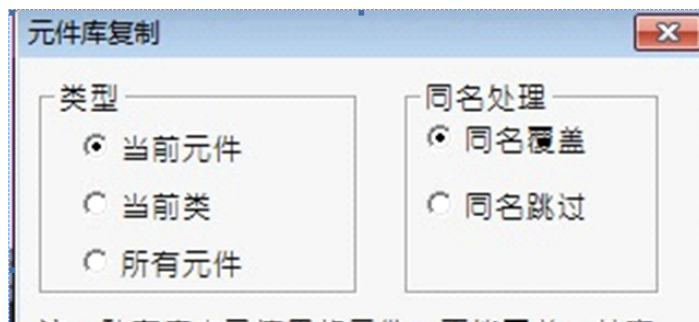

图 3-3
- 元件库间复制-系统会弹出元件库复制窗口，用户使用此功能在公有库和私有库间复制元件注册信息，复制范围可以选择按单个元件，类别和所有元件，对已存在元件，可以选择覆盖和跳过两种模式。如私有库中某元件已经被当前程序中用来注册，则不可被覆盖。如图 3-3